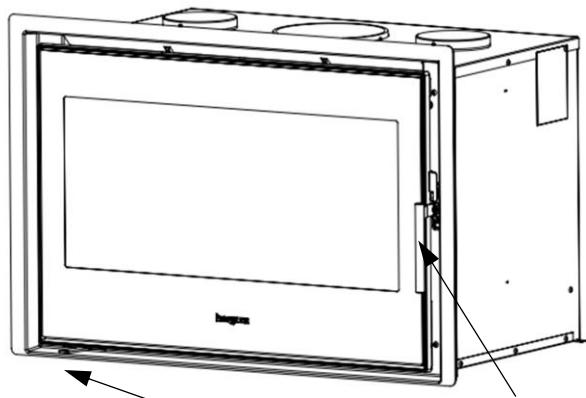

FIG. 1
1. Retirer les quatre vis qui fixent la partie frontale du plateau support du ventilateur (Fig.1).